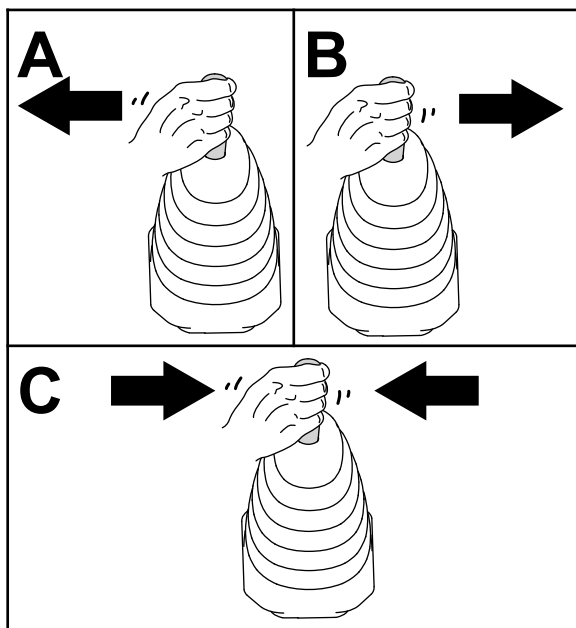

Figure 53
4. Poussez le levier multifonction de la chargeuse à gauche, à droite, puis ramenez-le à la position POINT MORT pour évacuer la pression au niveau des coupleurs hydrauliques (Figure 53).